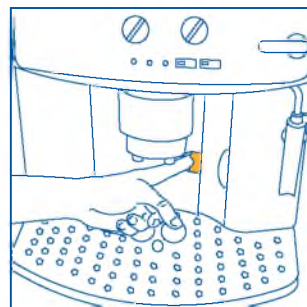
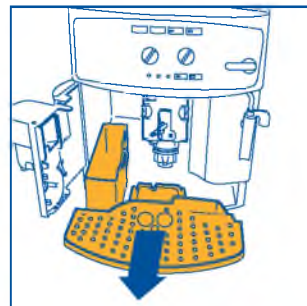

Рис. 15
Рис. 16
ПРИМЕЧАНИЕ 7: кофеварка подсчитывает количество чашек воды, которые были приготовлены. Каждые 14 маленьких чашек (или 7 больших)  загорается индикатор (гл. 12, пункт 3), предупреждая, что кассета для кофейной гущи заполнена и ее необходимо вытряхнуть и прочистить. До очистки кассеты для гущи лампа остается горячей, а кофеварка больше не готовит кофе. Для того, чтобы произвести очистку, откройте дверцу для обслуживания, расположенную в передней части, потянув за специальную ручку, рис. 15; загорится мигающий индикатор , см. пар.12, п. 9, затем извлеките ванночку для сбора воды, рис. 16, слейте и очистите ее.
- откройте дверцу для обслуживания, рис. 15;
- извлеките ванночку для сбора воды и кассету для гущи, рис. 16 и промойте их;